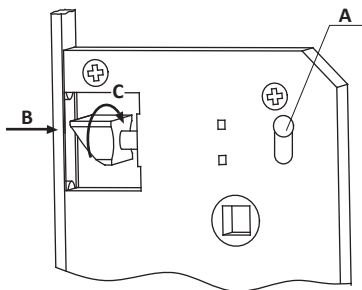

Рис. 2
1. Перед установкой замка убедитесь, что скос защелки направлен в сторону закрывания двери. Чтобы переставить защелку, приподнимите фиксирующий флажок (А) и освободите защелку. Поверните ее в необходимую сторону и верните в исходную позицию (Рис.2). Фиксация произойдет автоматически.